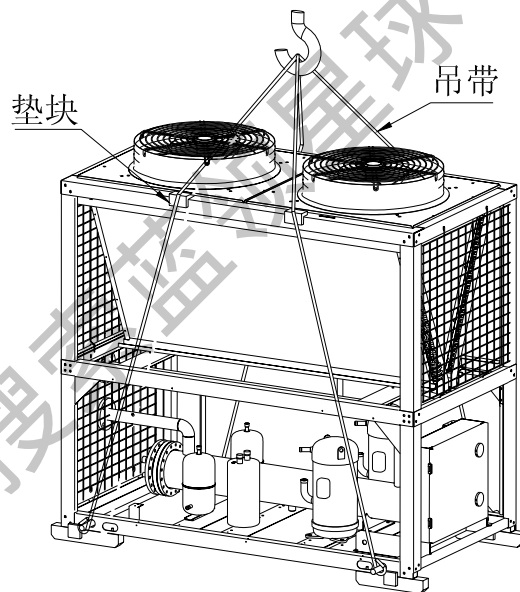

图 7 模块吊装示意图
2. 使用吊车吊运时，应使用宽形扁平形平带或外附软性织物的钢索由机组底座吊孔吊运，吊索与机组接触处应垫软木板或折状钢板（折状钢板内侧应垫织物或厚纸板），以免损伤机器表面涂层。如图 7 所示。